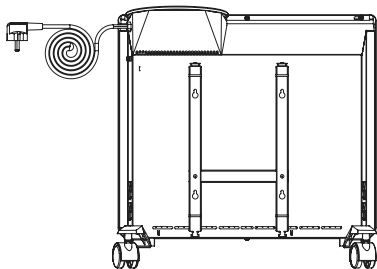

Рис. 4
- Опустите вниз две задвижки «Р» (рис. 4) на задней панели обогревателя, и потяните прибор на себя.